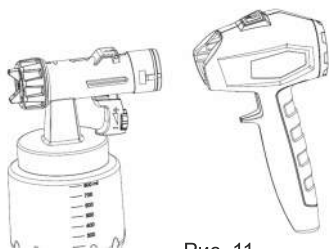
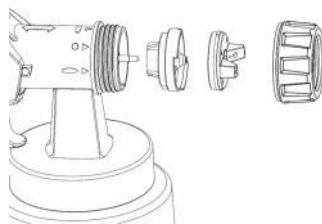

Рис. 11
Рис. 12
11.9. Нажмите кнопку быстрого расцепления (Рис. 11) и вытащите переднюю часть краскораспылителя. Тщательно ее очистите. Разберите детали сопла и очистите каждую деталь по отдельности (Рис. 12).